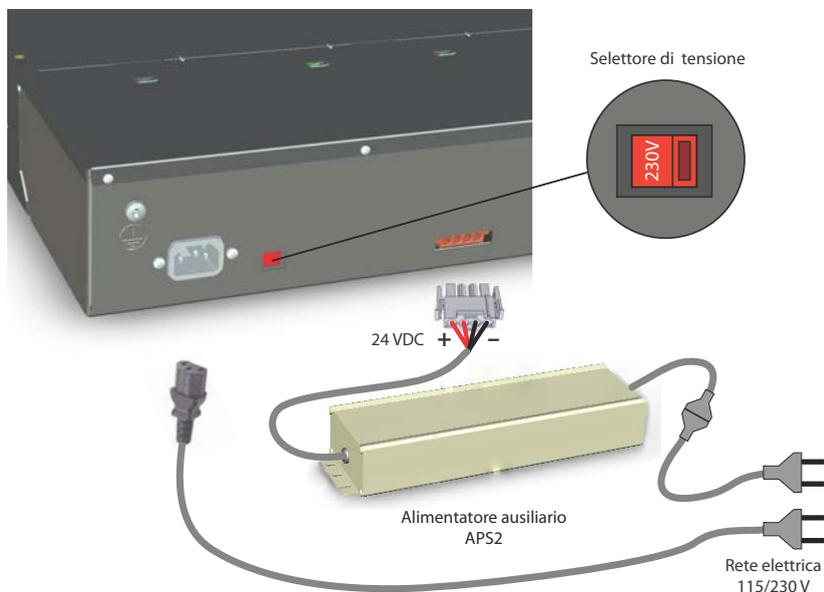

Fig. 24 Alimentazione del server di comunicazione
- Il commutatore di tensione deve essere impostato sulla tensione della rete (vedi Fig. 24).